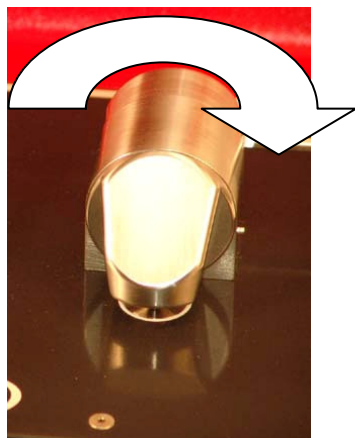

Figura 4. TumbIIR con el visor del accesorio hacia abajo
En el modo análisis de muestra, el TumbIIR se gira de forma tal que el visor óptico del accesorio apunte hacia abajo hacia el área de montaje de la muestra del FTIR serie 4500t. En esta posición, la energía infrarroja pasa a través de la muestra y posibilita la medición. Asegúrese de girar el brazo del TumbIIR completamente alrededor hasta que llegue a la posición de bloqueo y quede enganchado en esa posición. Esta posición de bloqueo mantiene al accesorio fijo durante el análisis de la muestra (consulte la Figura 4).
- 4 Cierre el dispositivo, para ello gire el brazo hacia la derecha hasta que encaje en su lugar (consulte la Figura 4).
En el modo análisis de muestra, el TumbIIR se gira de forma tal que el visor óptico del accesorio apunte hacia abajo hacia el área de montaje de la muestra del FTIR serie 4500a. En esta posición, la energía infrarroja pasa a través de la muestra y posibilita la medición. Asegúrese de girar el brazo del TumbIIR completamente alrededor hasta que llegue a la posición de bloqueo y quede enganchado en esa posición. Esta posición de bloqueo mantiene al accesorio fijo durante el análisis de la muestra (consulte la Figura 4).